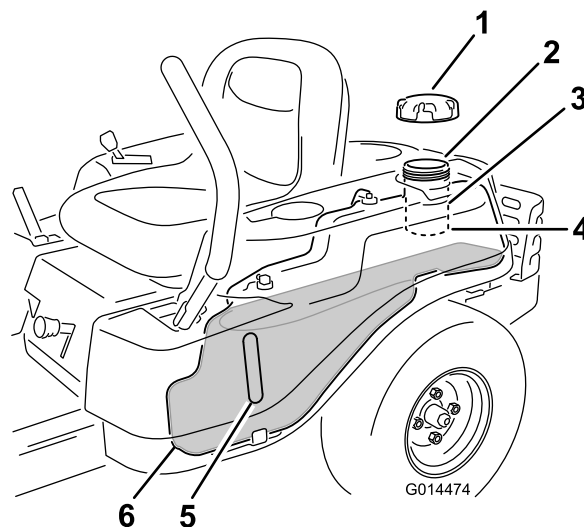

Figura 9
Nota: Pode utilizar a janela do combustível para verificar a presença de gasolina antes de encher o depósito (Figura 9).
2. **Lentamente** adicione gasolina até o combustível chegar à base do tubo de enchimento (Figura 9).